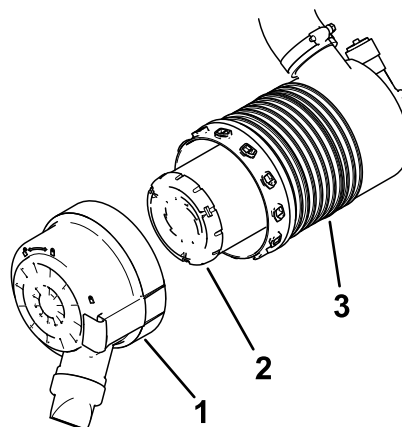

Figure 39
5. Reposez le couvercle du filtre à air, le capuchon protecteur orienté en bas comme indiqué à la Figure 39, et fermez les attaches.